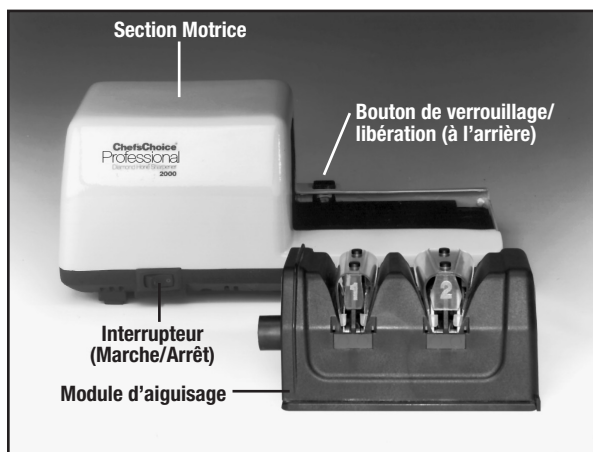

Figure 1. Aiguseur Modèle 2000 Non assemblée.
4. Débranchez l'aiguseur lorsque vous ne l'utilisez pas, avant de le nettoyer, d'ajouter ou de retirer tout accessoire, excepté le module amovible (figure 1).
Le modèle 2000 possède une section motrice et un module d'aiguisage amovible qui sont emballés ensemble mais ne sont pas assemblés (figure 1).